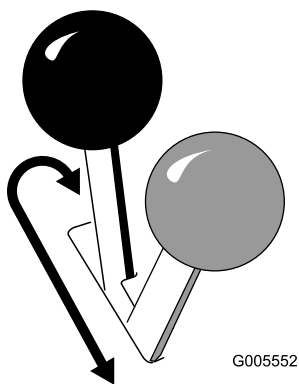

Figura 13
- Para engatar o travão de estacionamento, empurre a alavanca para a frente e para a esquerda e depois puxe-a para trás (Figura 13).
- Para libertar o travão, empurre a alavanca para a frente e depois para a direita, até ao entalhe (Figura 13).